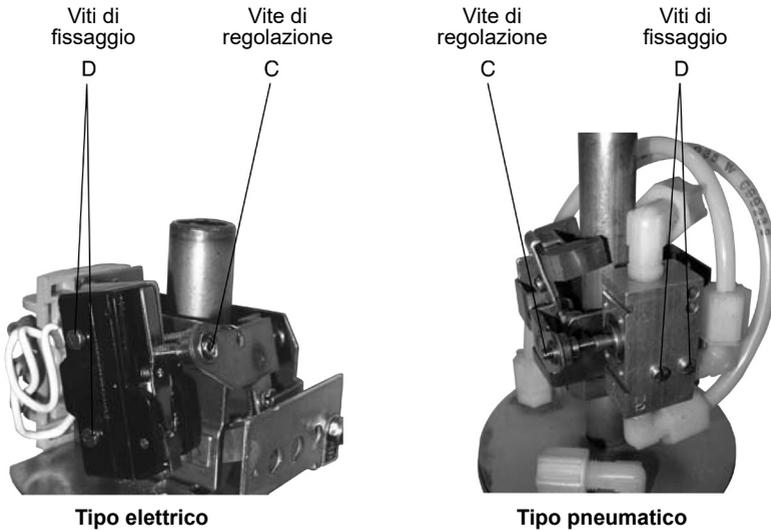

Fig. 7 - Interruttori elettrico e pneumatico
- 2 - Togliere le 2 viti di fissaggio "D" (vedi Fig. 7 tipo elettrico) e rimuovere l'interruttore.
- 4 - Muovere manualmente il braccio porta-magnete assicurandosi che l'interruttore sia adeguatamente azionato cioè apra e chiuda regolarmente; agire se necessario sulla vite "C", vedere Fig. 7 tipo elettrico.
- 2 - Togliere le 2 viti di fissaggio "D" (Fig. 7 tipo pneumatico) e rimuovere la valvola.
- 4 - Muovere manualmente il braccio porta-magnete assicurandosi che l'interruttore sia adeguatamente azionato cioè apra e chiuda regolarmente; agire se necessario sulla vite "C", vedere Fig. 7 tipo pneumatico.